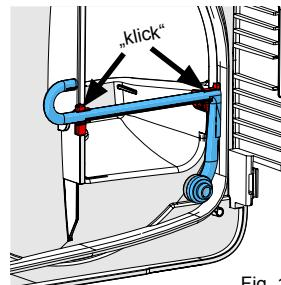

Fig. 12
- "Volver a montar el tubo, presionándolo en ambos soportes (Fig. 12)."